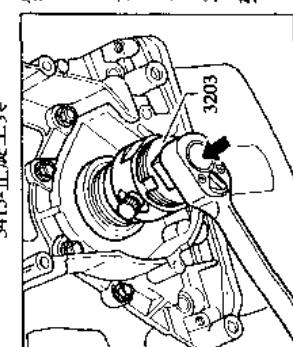

图 1-12 带轴油封的拔出
4. 如图 1-12, 旋松机油密封圈起拔器 3203 的内部部件 9 圈 (约 20mm), 并且用滚花螺丝锁止。润滑油密封圈起拔器 3203 的螺纹头部, 把它放在正确的位置上, 并且施加压力, 旋转至进入机油密封圈为止。松开滚花螺丝并且顶住曲轴旋转拔出器的内部元